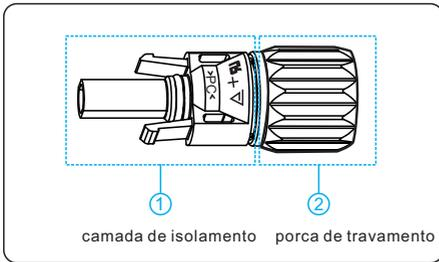
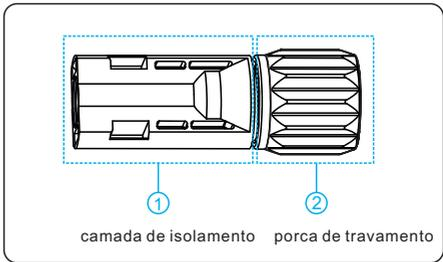

Figura 5.6 Composições de conectores positivos
Figura 5.7 Composições de conectores negativos
- Conectores de String fotovoltaicas: conectores de entrada CC positivos e negativos são usados, conforme mostrado na Figura 5.6 e Figura 5.7.